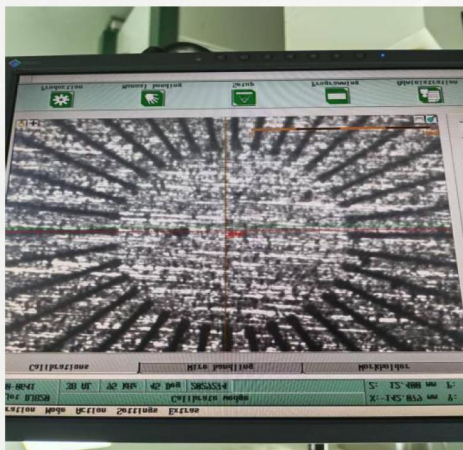
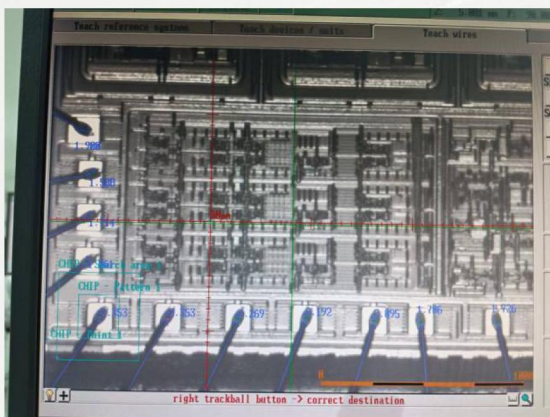

图 4-1 打样劈刀校准圆图片
图 4-3 打样劈刀焊接点实际位置及预设位置 (蓝线)
4、焊点偏移:在更换劈刀进行劈刀校准时,通过进行36点校准打出来的圆的焊点并无偏位的现象(如图4-1、4-2),故可判断改劈刀焊接的稳定性较高,通过生产的965个产品观测发现并无焊点偏移现象发生(如图4-3、4-4),故焊点偏移方面可以达标;